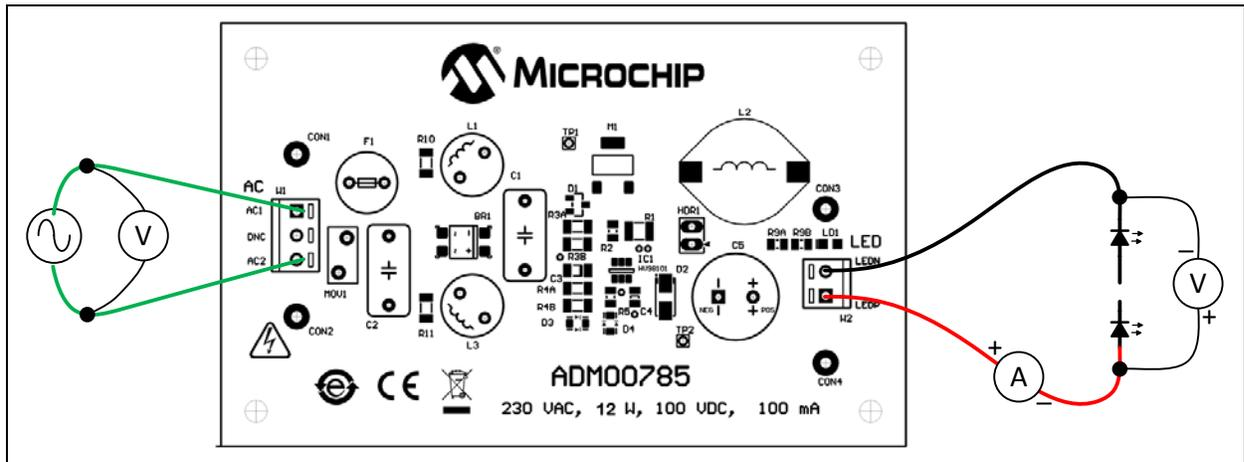

图 2-1: 连接图
- 输入连接器 W1，放置在评估板的左侧且标记为 AC，如图 2-1 所示。
1. 连接交流输入源和 LED 负载，如图 2-1 所示。